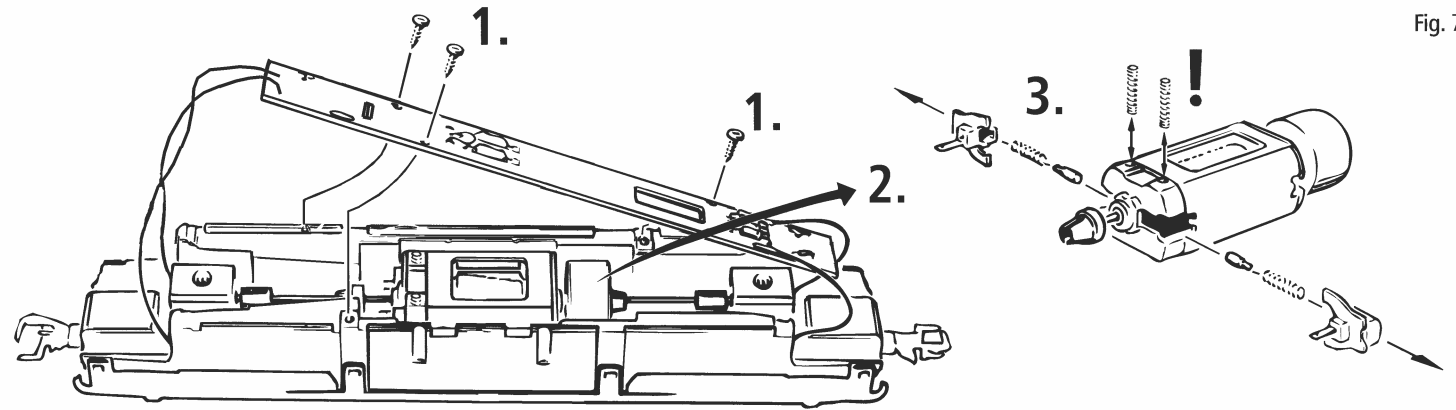

Fig. 8
2. Schmierung: Versehen Sie die im Schmierplan in Fig. 8 gekennzeichneten Stellen mit nur **kleinen Öltropfen**. Dazu zuerst das Lokgehäuse abnehmen (Fig. 3). Für die regelmäßige Schmierung der Radachsen empfiehlt es sich, zuerst mit größter Sorgfalt den Getriebedeckel abzunehmen. Die dafür notwendige Vorgehensweise wird in Fig. 6 grafisch dargestellt. Zur Schmierung der Getriebe-teile (Zahnräder, Schnecke) empfehlen wir das **ROCO-Spezialfett 10905**. Im Falle der Schmierung diese Teile bitte nicht ölen.
N'appliquez **qu'une tout petite goutte** aux endroits indiqués par le plan de graissage (fig. 8) après avoir démonté la caisse de la locomotive (fig. 3). Nous vous recommandons le **graisseur à huile ROCO réf. 10906**. Pour graisser les engrenages (roues dentées, vis sans fin - fig. 6) nous vous conseillons la **graisse spéciale Roco ref. 10905** pour engrenages en matières synthétiques. Lorsque vous utilisez cette graisse il faut éviter d'huiler ces composants.
2. Lubrication: Apply **tiny oil drops** to spots marked in fig. 8. Prior to lubrication dismantle locomotive (fig. 3). We recommend using item no. **10906, Roco oiler**. For lubrication the gear-parts (e.g. cog-wheels, worm) we would recommend our Roco **special grease** (item No. **10905**).